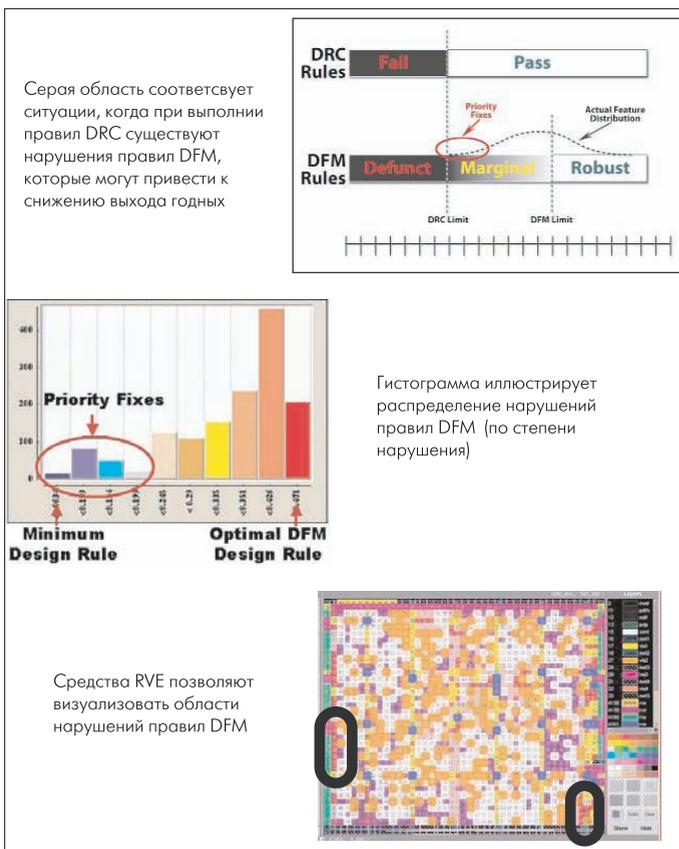

Рис.8. Анализ статистики выполнения правил DFM
- модуль Calibre **DFM Measure** анализирует геометрические элементы на соответствие правилам DFM с точки зрения ширины и зазоров, формирует статистику распределения нарушений по отдельным областям и кристаллу в целом (рис.8). Это позволяет выделить проблемные области и устранить нарушения в процессе отладки. Результаты анализа можно просмотреть с помощью модуля Calibre RVE;